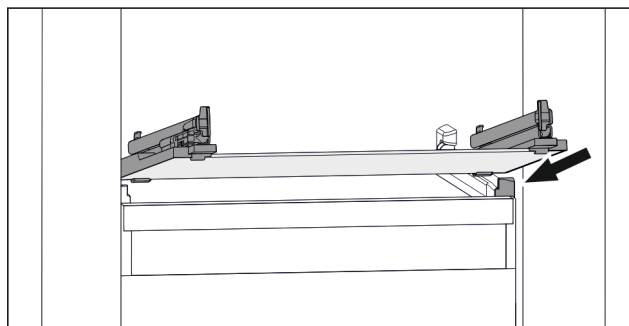

Fig. 78 Exempel på glashylla
- Sätt på glashylla i vinkel bakom stoppklackarna. (se Fig. 78)